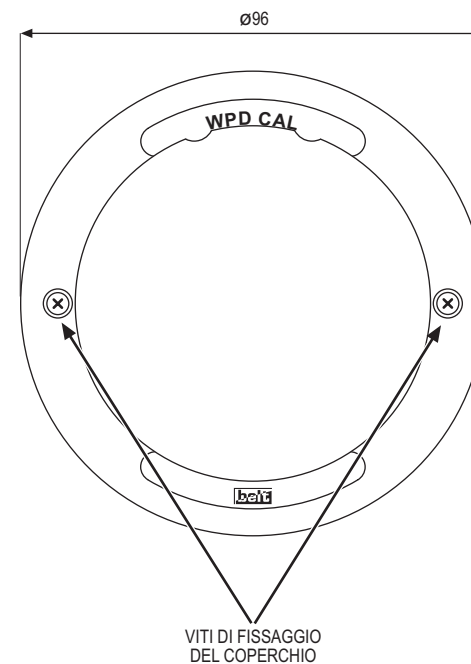

Figura 1: Vista esterna del rivelatore
- Aprire il contenitore, allentando le due viti di fissaggio del coperchio (vedi Figura 1).
- h. Chiudere il coperchio del rivelatore, assicurandosi di aver stretto le viti di bloccaggio (vedi Figura 1).
- a. Aprire il contenitore, allentando le due viti di fissaggio del coperchio (vedi Figura 1).
- k. Scollegare il multimetro e chiudere il coperchio del rivelatore, assicurandosi di aver stretto le viti di bloccaggio (vedi Figura 1).